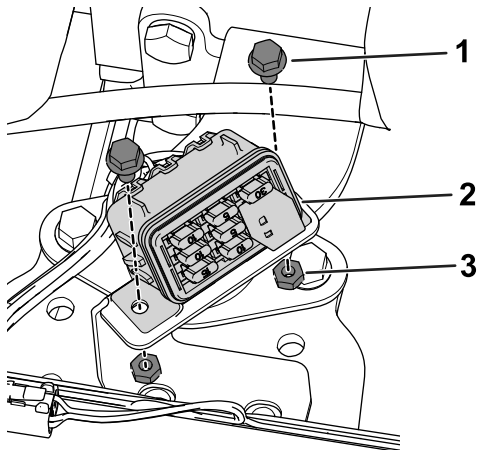

Figura 16
3. Utilizzate 2 bulloni flangiati (M6) e 2 dadi di bloccaggio (M6) per fissare il portafusibili al relativo supporto (Figura 16).